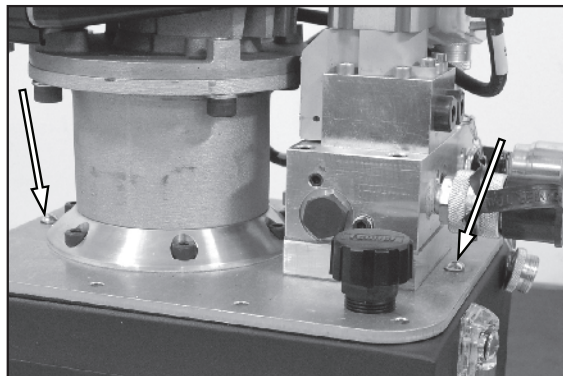

Рис. 52.
- См. рис. 52. Извлеките и утилизируйте винты крепления крышки.